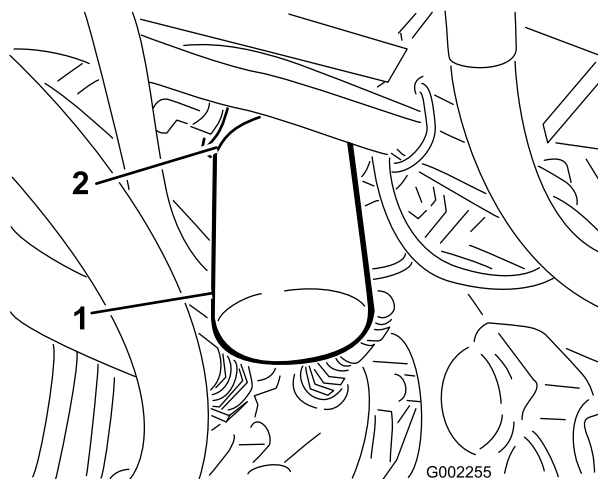

図 57
2. フィルタ容器の周辺をウェスできれいにぬぐう（図 57）。
4. フィルタを外す（図 57）。
5. 新しいフィルタのガスケットにオイルを塗る（図 57）。